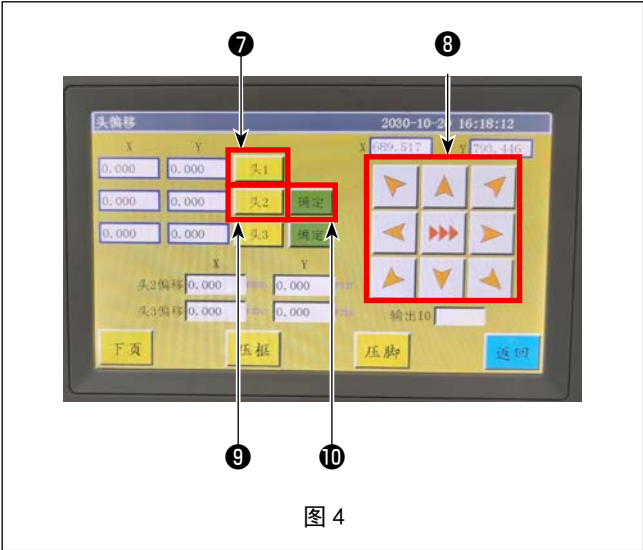
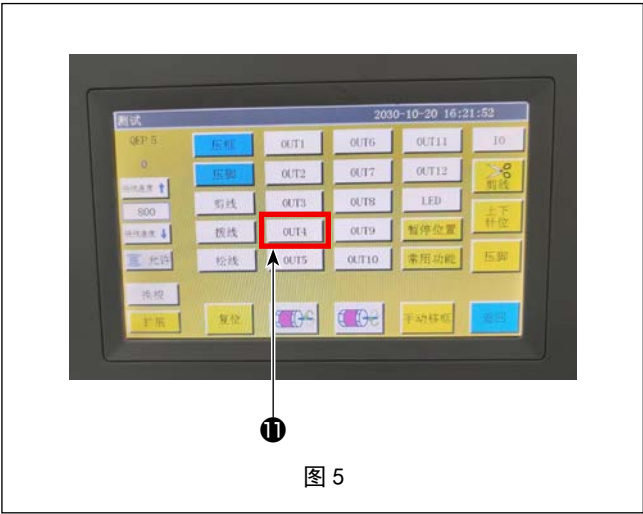
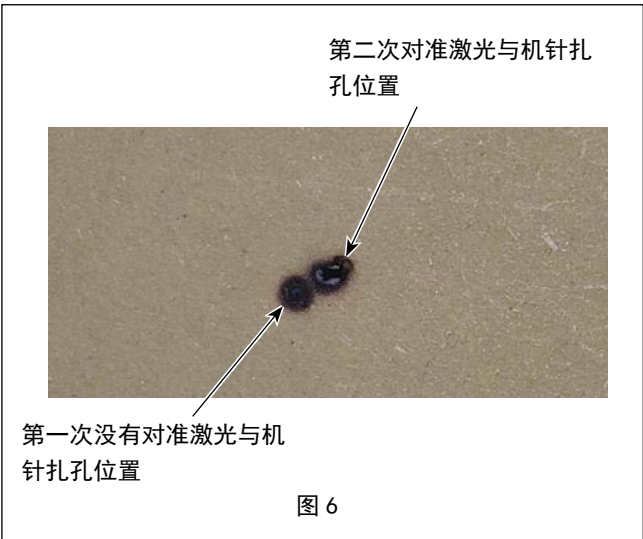

图 4
图 5
图 6
8) 按图 4 的画面按钮**8**，并上下左右移动，使针刺入的图案上的点与激光照射点对齐。按图 1 中的“下一页”，然后按图 5 中的“OUT4”**11**，就会照射激光，因此请确保激光照射点与针刺入点一致。
如果这两个点不一致，请使用图 4 的画面按钮**8**上下左右移动进行调整，以使这两个点重叠，并按下“头 2”**9**，然后按下“确认”**10**。（参照图 6 的示意图）